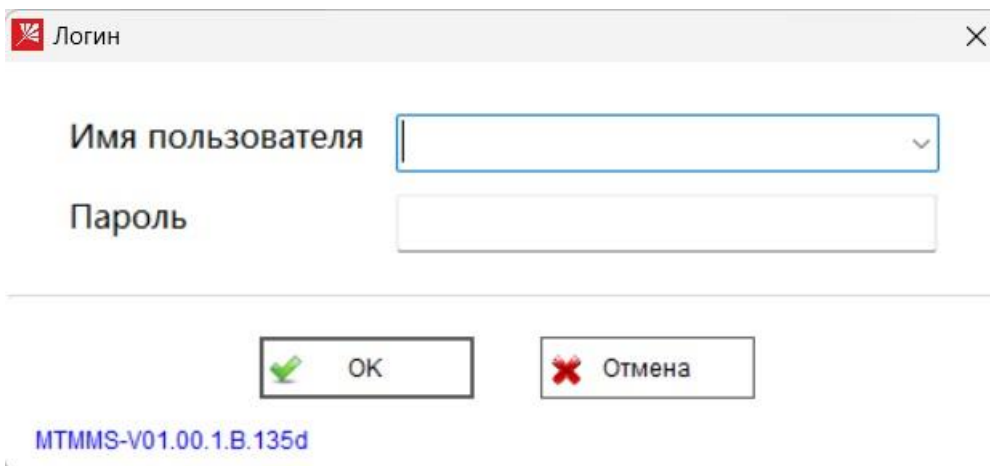

Рисунок 9 – Авторизация
–>Login. Авторизация в программе «MeterPro». При нажатии кнопки предлагает в всплывающем окне выбрать тип пользователя и ввести пароль (рисунок 9). По умолчанию пароли всех пользователей пустые, при необходимости их можно задать в Изменении пароля